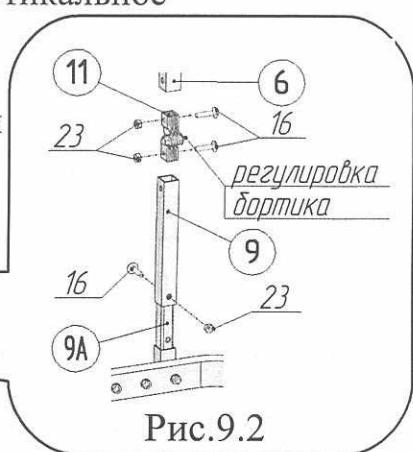

Рис.9.2
**!** **ВНИМАНИЕ! В СЛУЧАЕ ЗАТРУДНЕНИЯ СБОРКИ СТОЙКИ СО ВКЛАДЫШЕМ поз.9А СО СТОЙКОЙ поз.9, ПОВЕРНУТЬ ПОСЛЕДНЮЮ ВОКРУГ СВОЕЙ ОСИ НА 180 ГРАДУСОВ (рис.9.2).**
Регулировка усилия складывания бортика производится затяжкой или ослаблением винта и гайки в центре шарниров (рис.9.2).